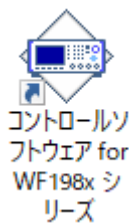

図3-1 デスクトップのショートカットアイコン
3. インストールが終了すると、本ソフトウェアを実行できるようになります (図 3.1)。
- デスクトップのショートカットアイコン（図3-1）をダブルクリックします。